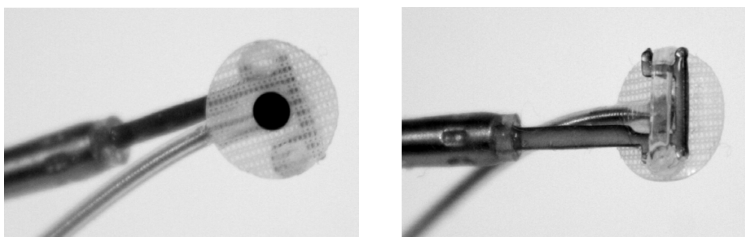

Abb. 15: Schnallenimplantationswerkzeug eingerastete Schnallenableitung
16) Das Implantationswerkzeug in die Schnalle an der inaktiven Seite der Elektrode einsetzen (siehe Abb. 15). Das Werkzeug kann gebogen werden, um das Mapping durchzuführen.